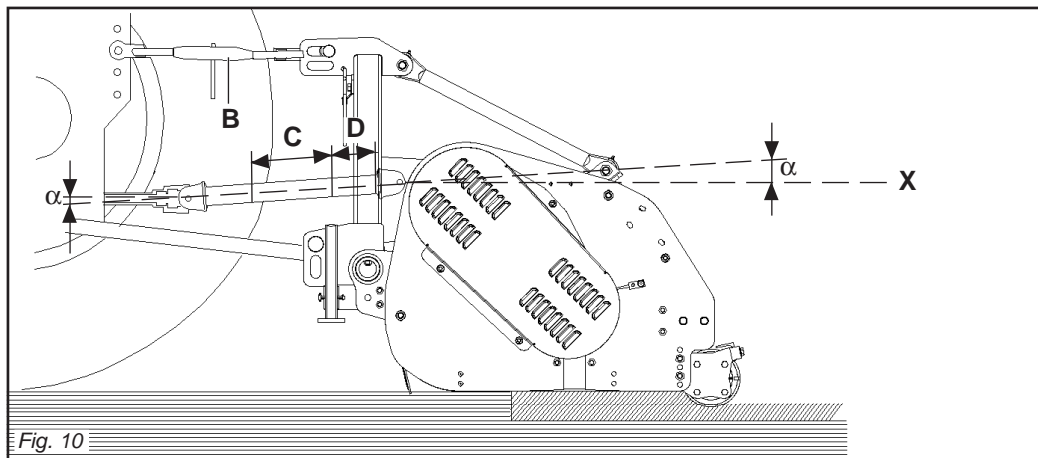
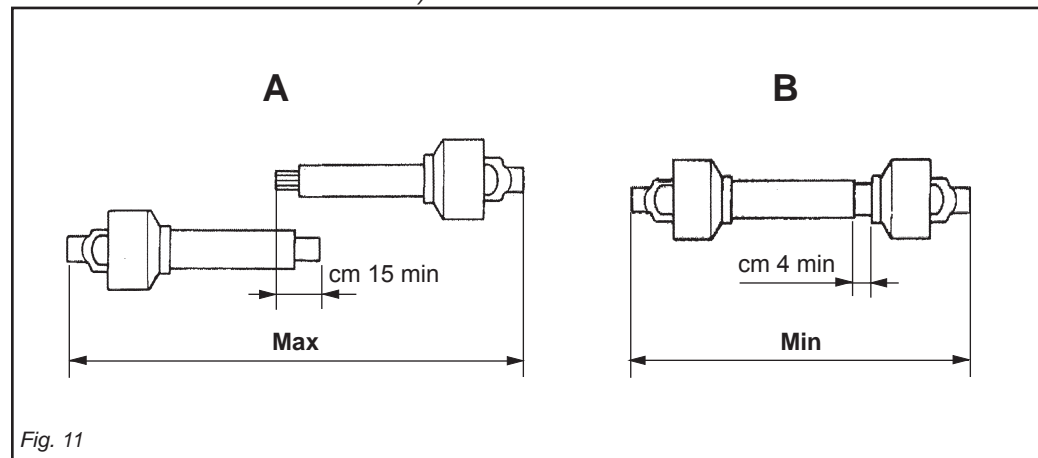

Fig. 10
Fig. 11
Per fare ciò aumentare o diminuire la lunghezza della barra superiore dell'attacco (B Fig. 10) in modo da portare l'asse (X Fig. 10) della ghiera scanalata della scatola parallela al suolo.
- I due angoli ( $\alpha$  Fig. 10) formati dalle assi delle forcelle e l'asse dei tubi scorrevoli saranno uguali e non dovranno superare i  $10^\circ$ .
- La copertura (C Fig. 10) dei tubi scorrevoli deve essere di 15 cm minimo (Fig. 11).
Dette sker ved at forøge eller reducere længden på trepunktskoblingens topkobling (B Fig. 10) således, at aksens (X Fig. 10) for boksens kileringsmøtrik befinder sig parallelt med underlaget.
- De to vinkler ( $\alpha$  Fig. 10) bestående af gaffernes akser og gliderørenes akse er identiske og må ikke overskride  $10^\circ$ .
- Gliderørene skal være dækket (C Fig. 10) min. 15 cm (Fig. 11).
- I due tubi dell'albero di trasmissione a cardano non si devono ricoprire completamente, una corsa di sicurezza (D Fig. 10) di 4 cm minimo deve sussistere.
- Gli angoli ( $\alpha$  Fig. 10) dei cardani non devono essere superiori a 40° (Fig. 10).
Quando l'albero cardanico è sfilato al massimo, i due tubi devono sovrapporsi per almeno 15 cm. Quando esso è inserito al massimo, il gioco minimo consentito deve essere di 4 cm (Fig. 11).
Når kardanakslen er helt indtrukket, skal sikkerhedsvandringen være min. 4 cm (Fig. 11).
- Kardanakslens to rør må ikke dækkes fuldstændigt. Der skal være en sikkerhedsvandring (D Fig. 10) på min. 4 cm.
- Kardanakslernes vinkler ( $\alpha$  Fig. 10) må ikke overskride 40° (Fig. 10).